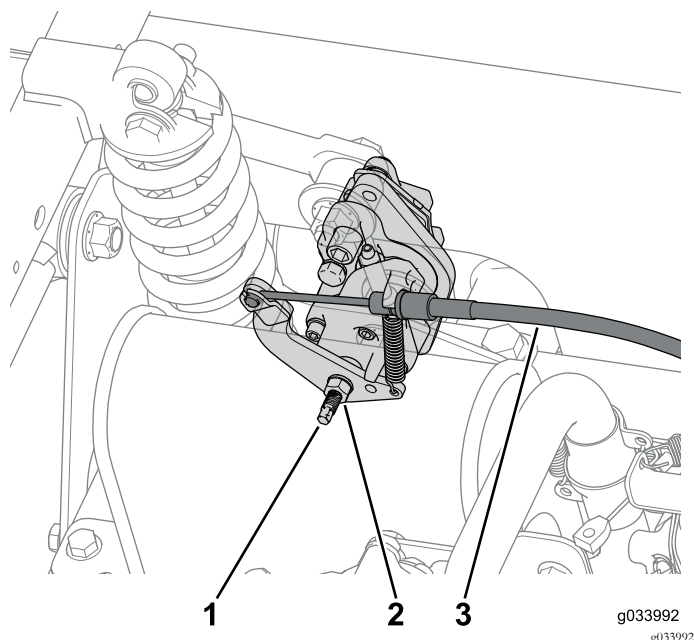

図 8
1. 左右の後ブレーキそれぞれのキャリパについているジャムナットをゆるめて、調整ねじを左に2回転させる 図 8。
2. 後ブレーキの左右のキャリパから、駐車ブレーキケーブルを外す 図 8。